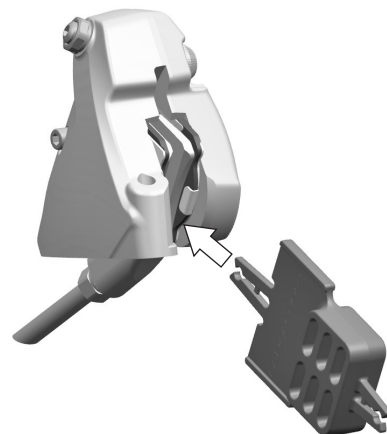
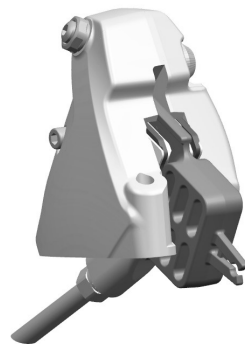

図18
図19
- ・ ホイールを自転車から外す場合は、ブレーキ・レバーが誤って動作すると、ディスクを差し込むことができなくなるため、両側のブレーキ・パッドが接触しないように、輸送用ツール（図18/図19）を装着します。そのような状況になった場合は、資格のあるメカニックやカンパニョーロ プロ・ショップに連絡し、調整を依頼してください。